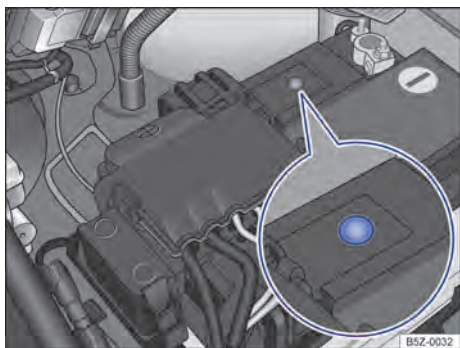

Fig. 208 No compartimento do motor: exemplo de posição do visor no lado superior da bateria do veículo.
- O visor redondo → Fig. 208 na parte superior da bateria do veículo muda de cor conforme o nível do eletrólito.